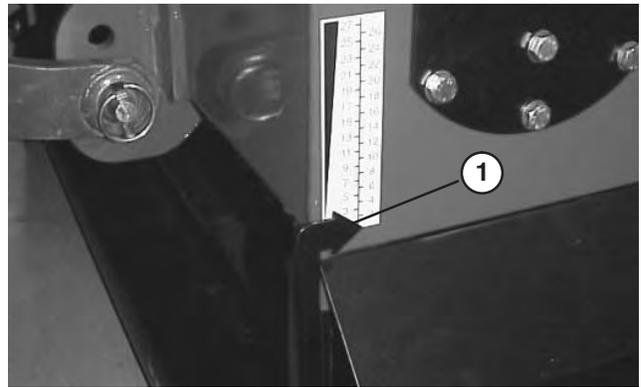

Figure 20
3. Les guides de profondeur (Fig. 20) sont numérotés de 1 à 27. La profondeur varie en fonction de l'angle de montage de l'aérateur et du type et de l'usure des louchets. Voir la table des profondeurs, page 22. Le passage d'un numéro à l'autre modifie la profondeur d'environ 5 mm. Plus le numéro est élevé, plus le louchet pénètre en profondeur. Réglez toujours chaque côté au même numéro.